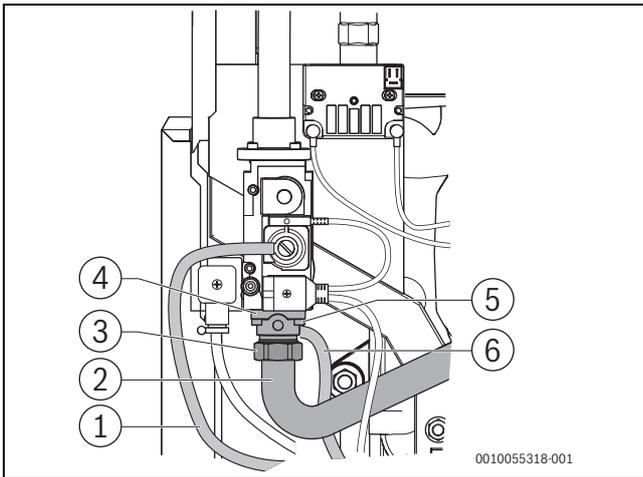

Bild 25 Gasblende ausbauen (Kesselgröße 75; 100 kW)
- ▶ Überwurfmutter am Gasrohr lösen (→ Bild 25 und 26, [3]).
- ▶ Vier Innensechskantschrauben (→ Bild 25 und 26, [5]) am An- schlussflansch [4] entfernen und Flansch von der Armatur abneh- men. Dabei darauf achten, dass das Gasrohr [2] nicht beschädigt und/oder abgeknickt wird.
Legende zu Bild 25 und 26:
- ▶ Messleitungen für Kompensation [1] und Gas-Ausgangsdruck [5] auf korrekten Sitz prüfen (→Bild 25 und 26 sowie Bild 78, Seite 67).